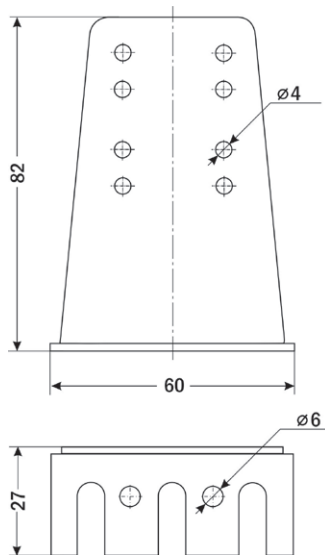

Рис. 5. Кронштейн для настенного крепления
- Присоединение прибора к трубопроводу можно осуществлять как напрямую (резьба штуцера $\frac{1}{4}$ "), так и с помощью импульсной трубки (в этом случае рекомендуется использовать входящий в комплект поставки кронштейн для настенного крепления, рис. 5).